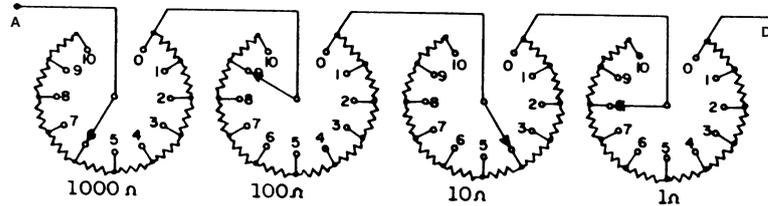

Figura 3 - Década de resistores para a resistência  $R_p$ .
- b. O resistor ajustável  $R_p$  é constituído de várias décadas de resistores, como mostra a figura 3. A figura 3 mostra quatro décadas de resistores, cujo incremento de resistência é de  $1 \Omega$ ,  $10 \Omega$ ,  $100 \Omega$  e  $1000 \Omega$  por posição, respectivamente.